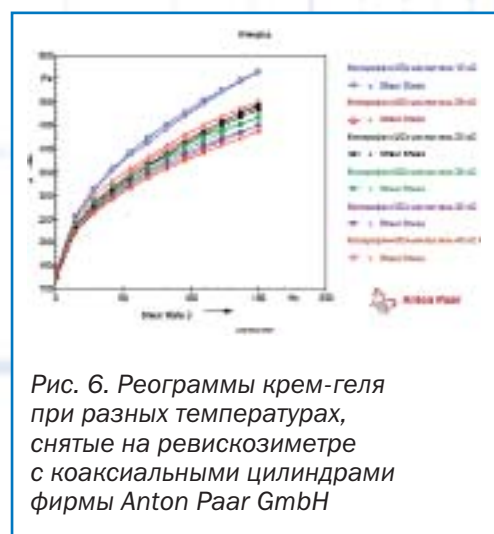

Рис. 6. Реограммы крем-геля при разных температурах, снятые на ревискозиметре с коаксиальными цилиндрами фирмы Anton Paar GmbH
- реологическим параметрам, для чего в фармации следует использовать реовискозиметры с коаксиальными цилиндрами, например, производства фирмы Anton Paar GmbH (Австрия; www.anton-paar.com) (рис. 6);